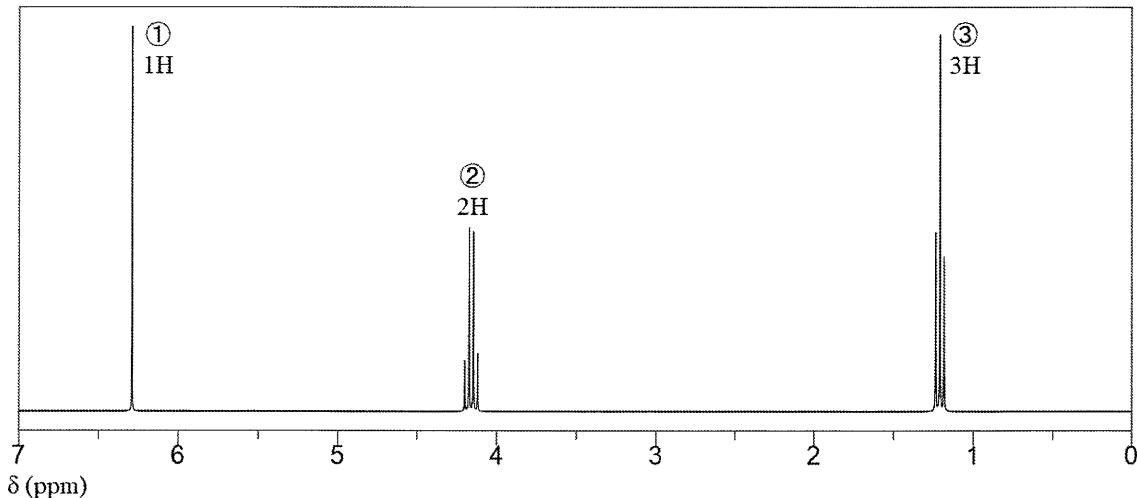

図 2
- 3) 1) であげた異性体のうち、図2の ^1H NMRスペクトルを与える化合物の構造式を書け。また、①～③のシグナルはどの水素に由来するか構造式中に示せ。